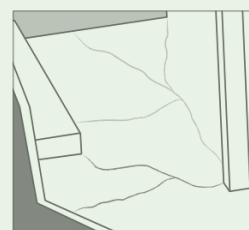

Figure 2 -
- > des joints de retrait doivent être localisés à tous les coins rentrants (coins avec angles de plus de 90° C) (figure 1). Afin de prévenir la fissuration, une des solutions consiste à insérer de l'armature dans la dalle (figure 2);